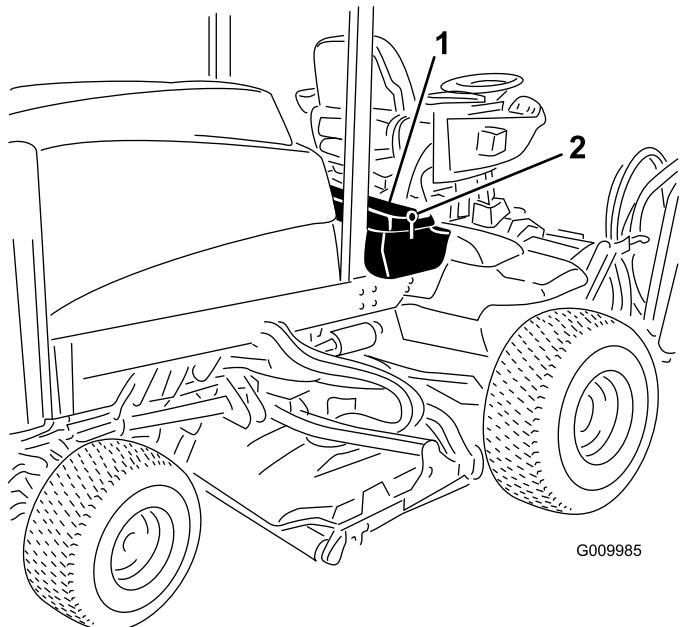

Figure 52
- Déverrouillez et soulevez le panneau de la console (Figure 52).